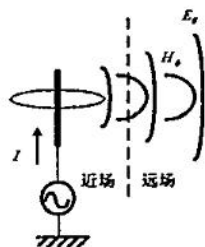

图 1
4、干扰源如图 1 所示, 是工作频率为 50kHz 的高阻抗拉杆天线。